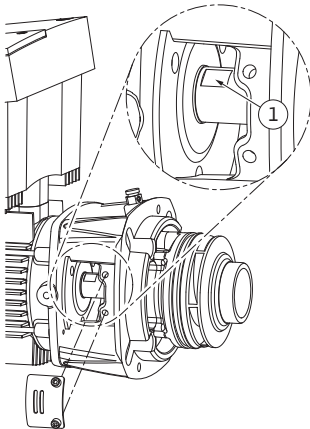

Fig.52: Плоскости под ключ на валу
15. В окно промежуточного корпуса ввести гаечный ключ, оптимально с шириной зева 22 мм и удерживать вал на плоскостях под ключ (рис. 52, поз. 1). Открутить гайку рабочего колеса (рис. 7, поз. 15). Рабочее колесо (рис. 7, поз. 16) автоматически снимается с вала.
24. При монтаже рабочего колеса в окно промежуточного корпуса ввести гаечный ключ (оптимальный размер: 22) и зафиксировать им вал на соответствующих поверхностях (рис. 52, поз. 1).